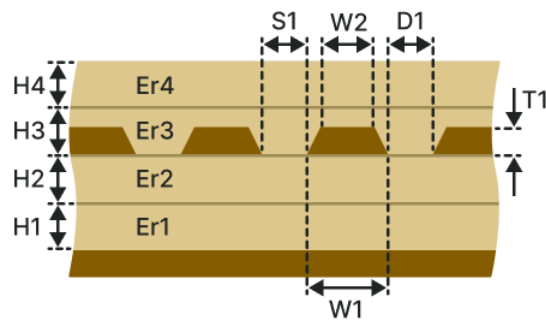

Рис. 191 Копланарная дифференциальная заглубленная ЛП с опорным слоем (КДЗОС-2Н2В)
- Копланарная дифференциальная заглубленная ЛП с опорным слоем (КДЗОС-2Н2В), см. Рис. 191.